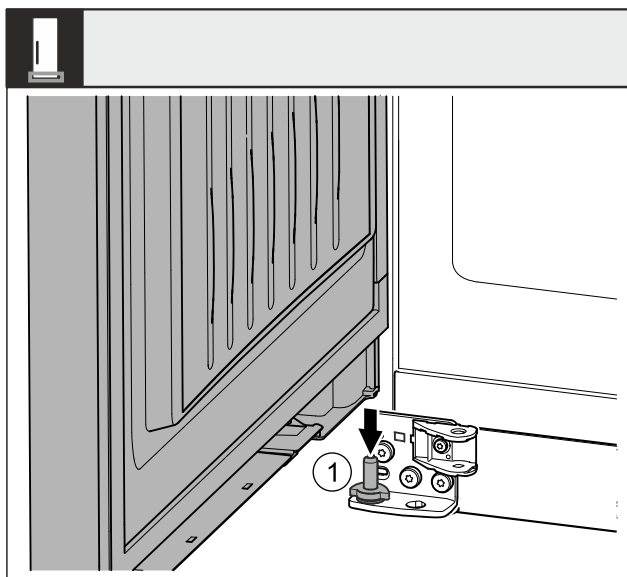

Fig. 42
- Deur van bovenaf op de onderste lagerbouten Fig. 42 (1) plaatsen.